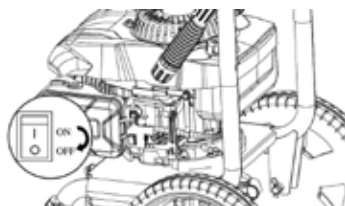

Fig. 13
**Parando a Lavadora à Pressão (Veja a Fig. 13)**